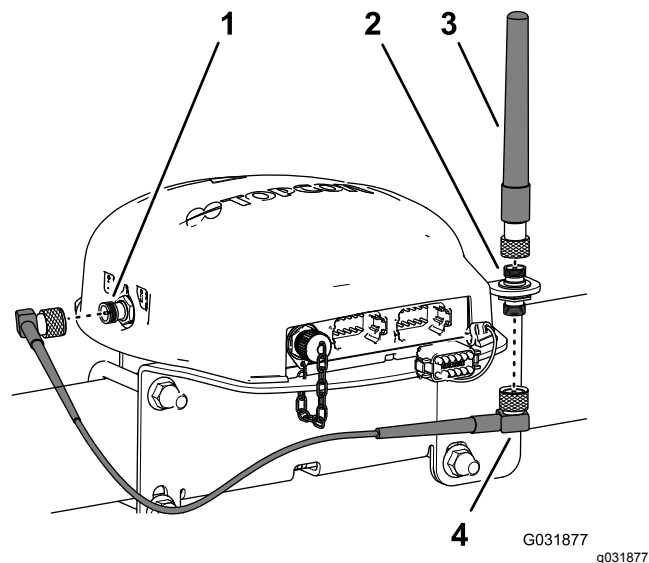

Bild 128
3. Befestigen Sie die RTK-Antenne am oberen Anschlussstück der Koaxialkupplung und ziehen die Mutter der Antenne mit der Hand an (Bild 128).
4. Befestigen Sie das Antennenkabel lose am unteren Anschlussstück der Koaxialkupplung (Bild 128).
5. Verlegen Sie das Kabel um die Rückseite des Navigationsempfängers zum Koaxialstecker des CDMA- oder GSM-Mobilfunkmodems (Bild 128).
6. Befestigen Sie das Antennenkabel am Koaxialstecker des CDMA- oder GSM-Mobilfunkmodems (Bild 128).